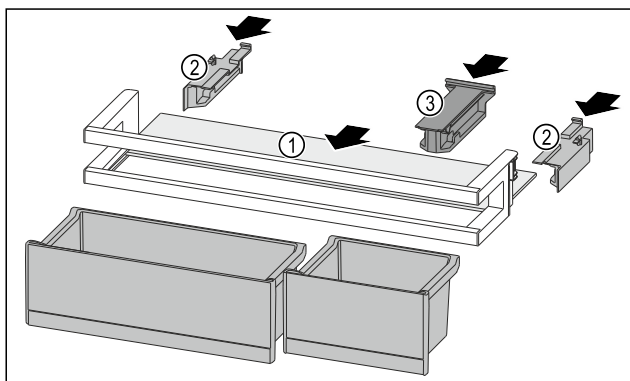

Fig. 91
- ▶ Skub hylde Fig. 91 (1) ind i udsparringerne i siden.
- ▶ Indsæt sidesektionerne Fig. 91 (2).
- ▶ Indsæt holdesektionen Fig. 91 (3).